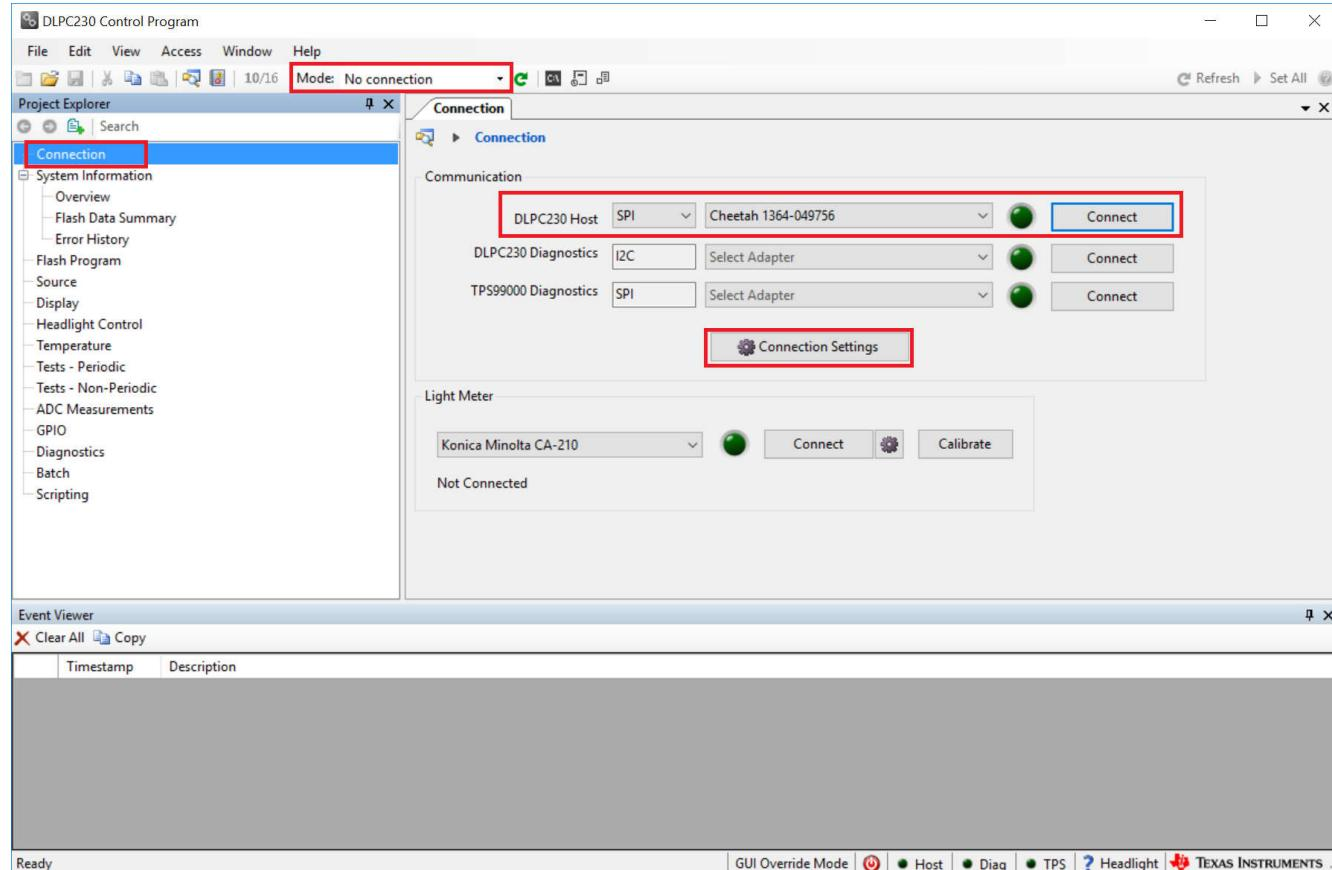

図 2-2. DLPC230-Q1 車載制御プログラムを使用した DLPC230-Q1 への接続
- 接続ページで、DLPC230-Q1 ホストを SPI に設定し、ドロップダウン メニューから Cheetah を選択します (図 2-2 を参照)。Cheetah がドロップダウン ボックスに表示されるようにするには、USB ケーブルがあるコンピュータに接続する必要があります。